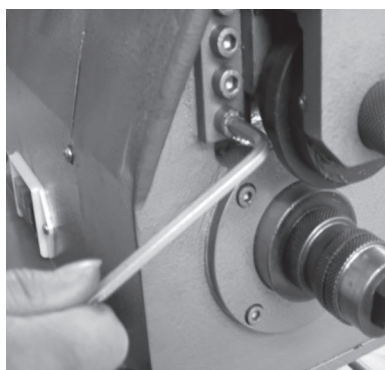

Figura 10
2. Remova os 8 parafusos, conforme Figura 10;